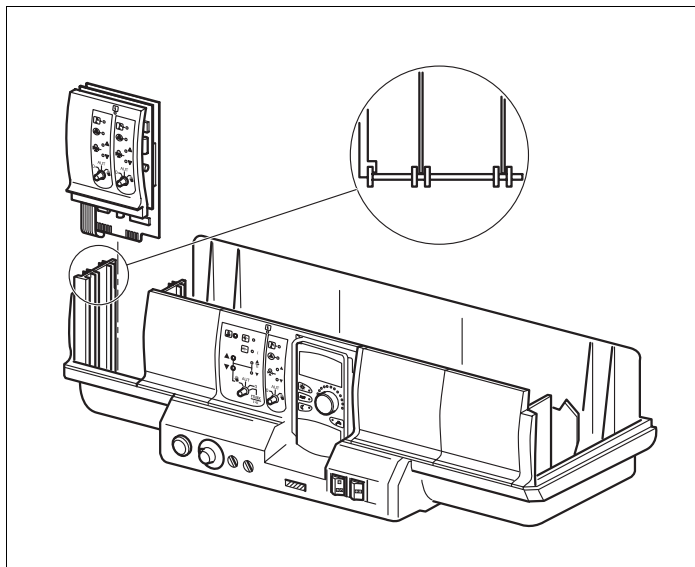

Fig. 19 Montarea resp. demontarea modulului
- Se îndepărtează panoul orb din soclul 1 (fig. 19) din aparatul de reglare.
- Modul nou se introduce de sus în soclul liber prin apăsare pe rigleta de senzori (fig. 19), până se blochează vizibil.